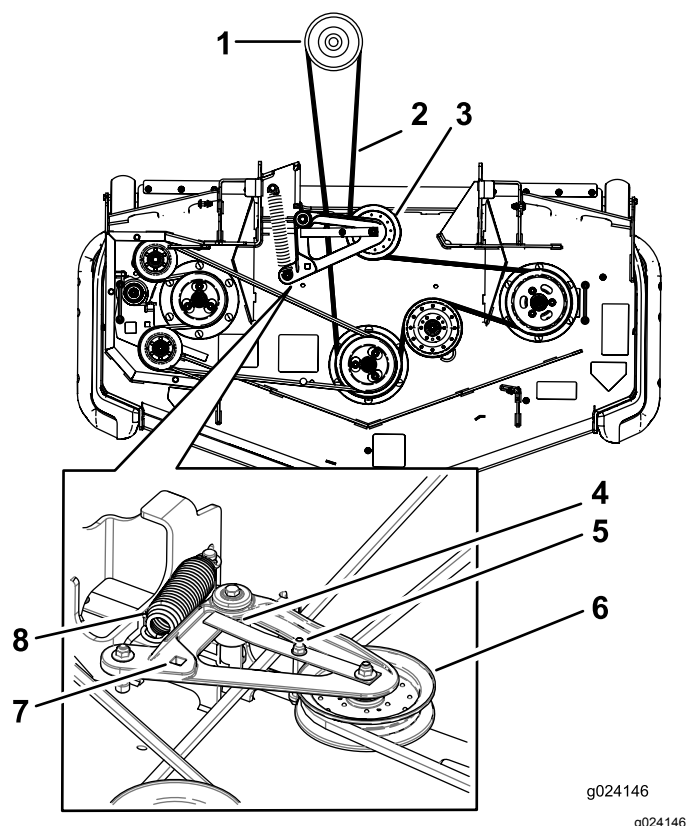

Figure 73
- Insérez le rochet dans le trou carré pour chausser la courroie sur les poulies du plateau de coupe et les poulies de tension (Figure 73).
- Insérez un rochet dans le trou carré du bras de la poulie de tension pour détendre le ressort de la poulie (Figure 73).
- Soulevez la patte du guide-courroie et déposez la courroie existante (Figure 73).
- Acheminez la courroie neuve autour des poulies du plateau de coupe et de la poulie d'embrayage, sous le moteur (Figure 73).
- Tournez et vérifiez que la patte du guide-courroie vient frapper le moyeu de pivot (Figure 73).
- Insérez le rochet dans le trou carré et montez le ressort de la poulie de tension (Figure 73).